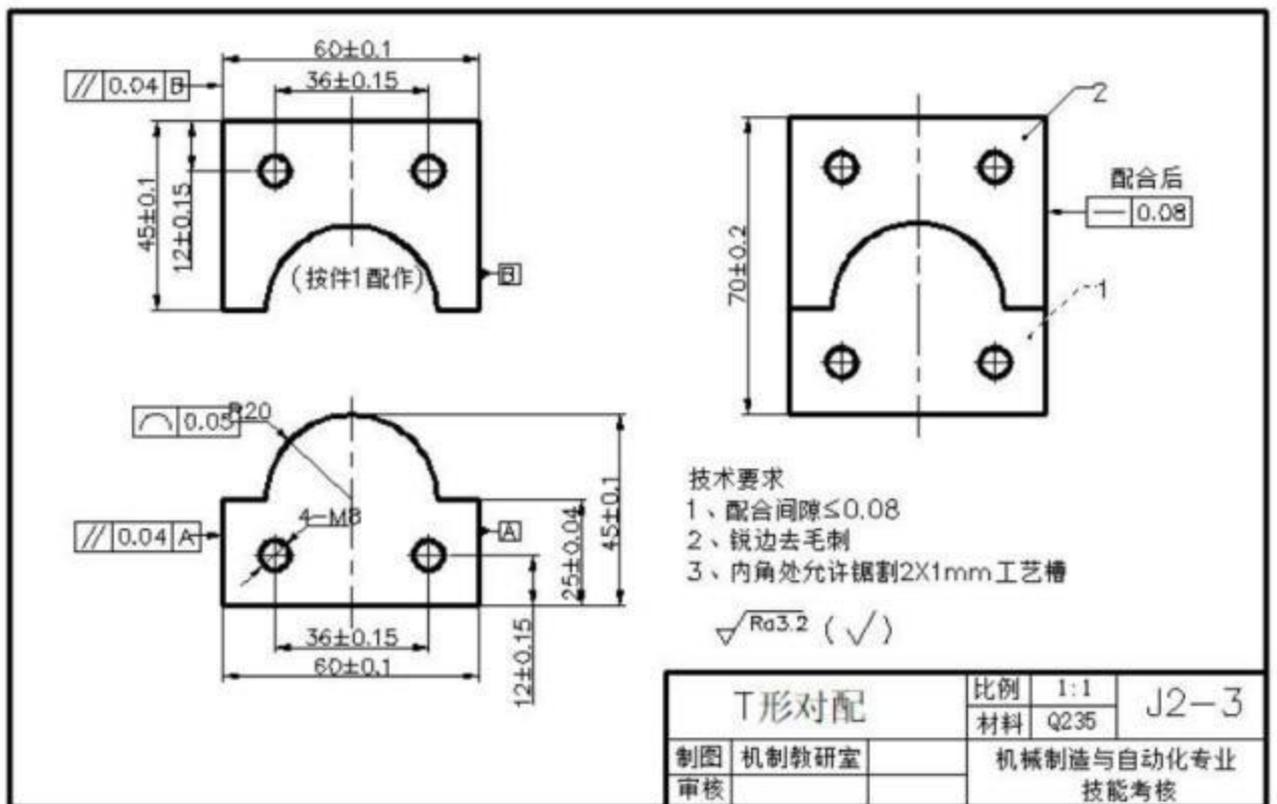

图 J2-3-1 T 型对配
- 3) 根据零件图 J2-3-1 的要求完成凸、凹零件的加工与配锉加工。去毛刺，倒棱角 C0.3, 配合面不允许倒角，不准使用专用工、夹具加工和抛光；